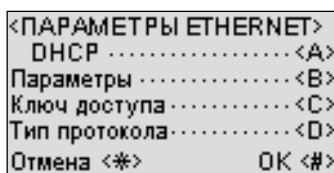
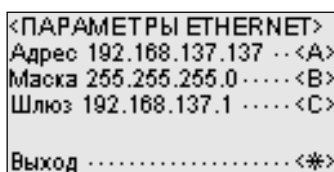

Рис. 34 Экранная форма &lt;ПАРАМЕТРЫ ETHERNET&gt;
Рис. 35 Меню настройки сетевых параметров
- Выбрать пункт меню порт Ethernet, нажав кнопку [B] на клавиатуре изделия. Экранная форма примет вид, представленный на Рис. 34.
- Для автоматического назначения параметров IP в меню (Рис. 34) следует выбрать пункт *DHCP*, нажав кнопку [A]. Повторное нажатие кнопки [A] отменяет этот режим.
- Для установки параметров IP вручную следует нажать кнопку [B] в меню, представленном на Рис. 34. Вновь открывшаяся экранная форма (Рис. 35) позволяет изменить IP-адрес устройства, маску и шлюз сети.
Выбрать параметр для редактирования нажатием соответствующей кнопки [A], [B] или [C] в меню, представленном на Рис. 35.
- Для установки связи с программой «С-Монитор» или иным ПО через Ethernet обязателен ключ доступа. Ключ генерируется изделием. Для просмотра ключа или его смены следует нажать кнопку [C], находясь в меню <ПАРАМЕТРЫ ETHERNET> Рис. 34.
- Для выбора типа протокола связи, находясь в меню <ПАРАМЕТРЫ ETHERNET> Рис. 34 следует нажать кнопку [D].